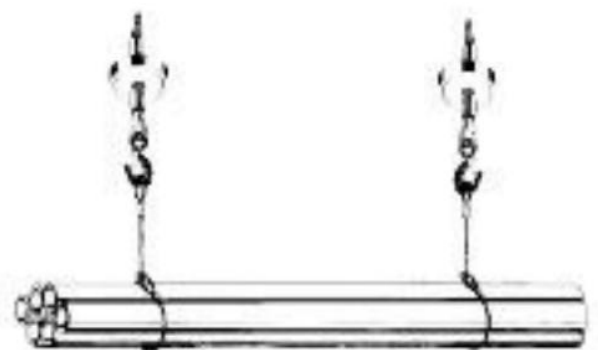

FIG. 16 — Proibido empregar dois guinchos para a mesma carga
11) Não utilize dois guinchos para levantar uma só carga (FIG. 16).